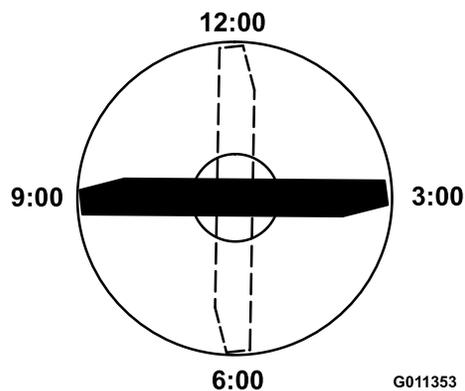

Figura 57
4. Orientate il tagliante dell'estremità marcata della lama sulle ore 12 (esattamente in avanti, nel senso di falciatura) (Figura 57) e misurate l'altezza tra il banco e il tagliante della lama.
5. Ruotate l'estremità marcata della lama sulle ore 3 e sulle ore 9 (Figura 57) e misurate le rispettive altezze.